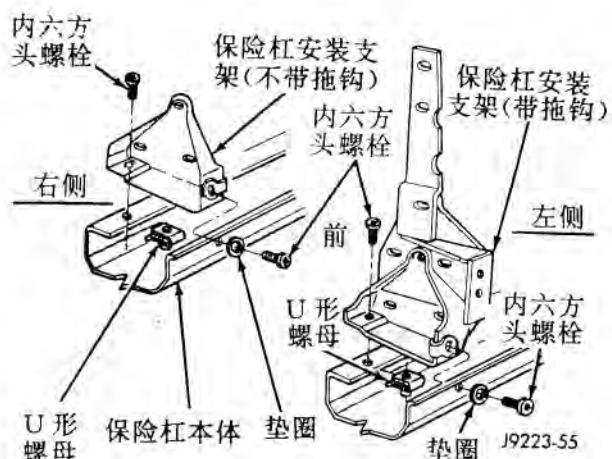
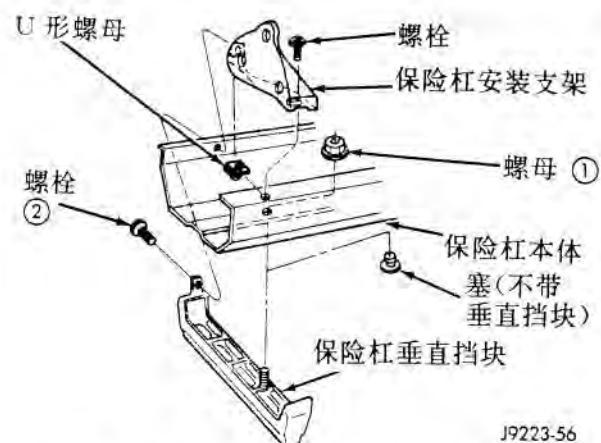

图 6 保险杠安装支架的拆装
图 7 保险杠垂直挡块的拆装
(10) 从保险杠本体上拆下保险杠安装支架 (图 6)、垂直挡块 (图 7) 和保险杠端盖 (图
(图 7) 安装到保险杠本体上。按图 7 指示的顺序紧固连接零件。锁紧螺母的紧固扭矩为 20 牛顿米 (15 磅英尺)。紧固螺栓的拧紧扭矩为 56 牛顿米 (41 磅英尺)。
- (10) 从保险杠本体上拆下保险杠安装支架 (图 6)。
(1) 将保险杠垂直挡块和保险杠安装支架安装到保险杠本体上 (图 7)。按图 7 所指顺序拧紧连接零件。锁母的拧紧扭矩为 20 牛顿米 (15 磅英尺)。螺栓的拧紧扭矩为 56 牛顿米 (41 磅英尺)。
(2) 如果不装保险杠垂直挡块，将保险杠安装支架装到保险杠本体上 (图 6)。以 56 牛顿米 (41 磅英尺) 的拧紧扭矩将安装螺栓拧紧。